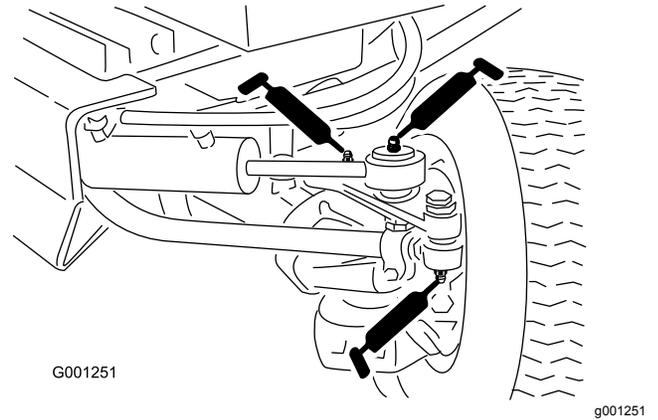

Figure 41
- Embouts de biellettes (2) (Figure 41)
- Extrémités de tige de vérin (2) (Figure 41)
- Pivots de direction (2) (Figure 41)
- Axe de pivot d'essieu (Figure 41)